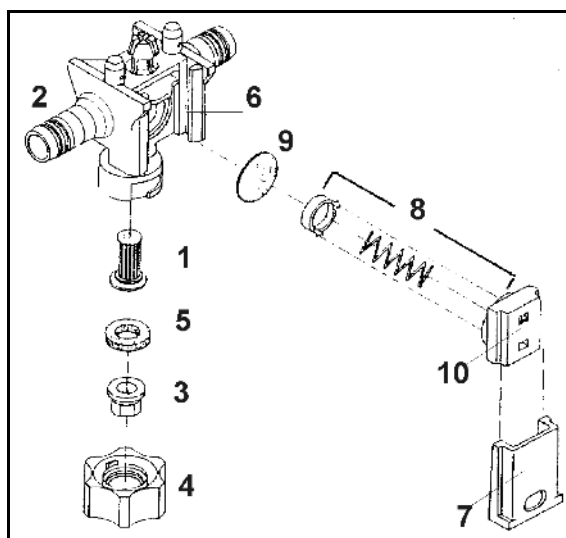

Fig. 201
2. Løsn skruerne (Fig. 201/1).
3. Tag ventildækslet (Fig. 201/2) af.
4. Kontrollér stempelmembranen (Fig. 201/4) og kileringen (Fig. 201/5).
1. Løsn skruen (Fig. 201/3), og tag stempelmembranen (Fig. 201/4) af stemplet sammen med holdeskiven.